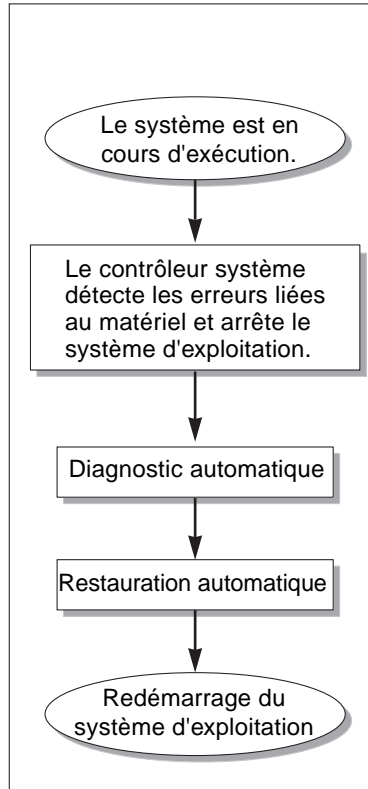

FIGURE 7-1 Procédures automatiques de diagnostic et de reprise
Selon le type des erreurs se produisant au niveau du matériel et la configuration des contrôles de diagnostic, le contrôleur système effectue différentes procédures de diagnostic et de reprise, comme indiqué à la FIGURE 7-1. Le microprogramme comporte un moteur de *diagnostic automatique* (AD), qui détecte et identifie les erreurs liées au matériel affectant la disponibilité du système.
Le récapitulatif ci-dessous explique la procédure représentée à la FIGURE 7-1 :